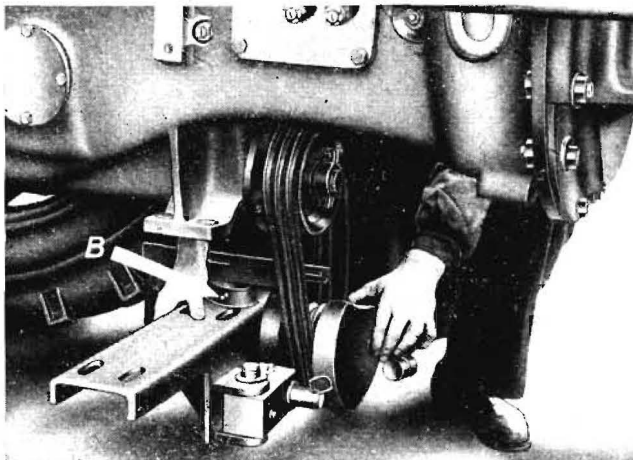

Bild 2
- 1.2 Antrieb anheben, herabhängende Keilriemen über Kurbelscheibe auf kleine Keilriemenscheibe auflegen, dann erst den Antrieb an Getriebegehäuse anschrauben (Spannschraube zurückdrehen) Paßschrauben mit dem Sicherungsblech von unten einführen. Das Sicherungsblech gibt den Schrauben eine bessere Auflage und eine Sicherung gegen Lösen der Mutter. Federrieme unterlegen. Paßschrauben leicht festziehen, dann mit der Spannschraube (B) die Keilriemen festspannen, darauf die Paßschrauben ganz festziehen und die Spannschraube durch die Gegenmutter sichern. (Bild2)